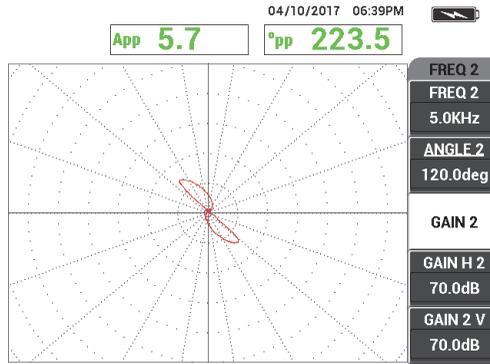

Figure 5-168 Signal de balayage du trou débouchant de 1,3 mm de la fréquence 2
6. Balayez lentement le trou débouchant de 1,3 mm seulement tout en appuyant sur la pédale d'effacement, pour effacer l'écran. Lorsque le signal du trou apparaît sur l'écran de l'appareil, appuyez sur la touche **FREEZE** (❄️) [voir la Figure 5-168 à la page 263].